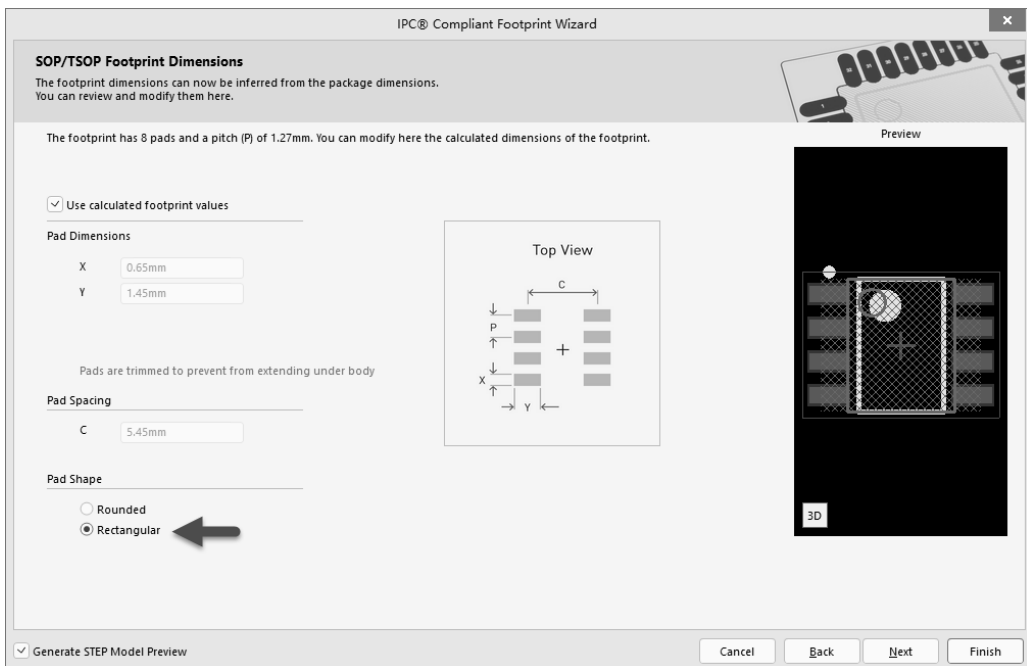

图 3-48 选择焊盘外形
(4) 参数输入完成后，单击 Next 按钮。在弹出的对话框中保持参数的默认值（即不用修改），一直单击 Next 按钮，直到在 Pad Shape（焊盘外形）选项组中选择焊盘的形状，如图 3-48 所示。